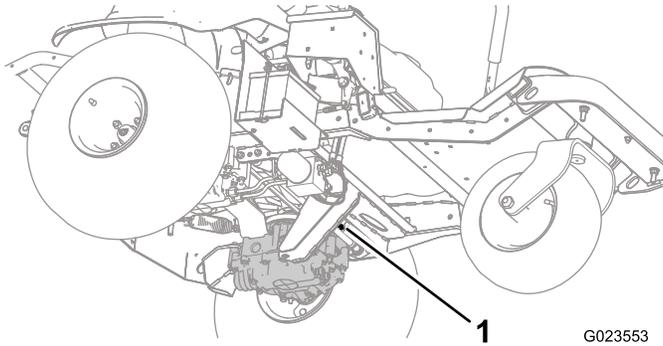
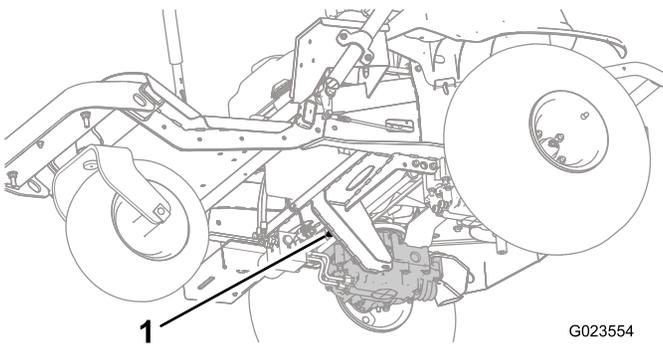
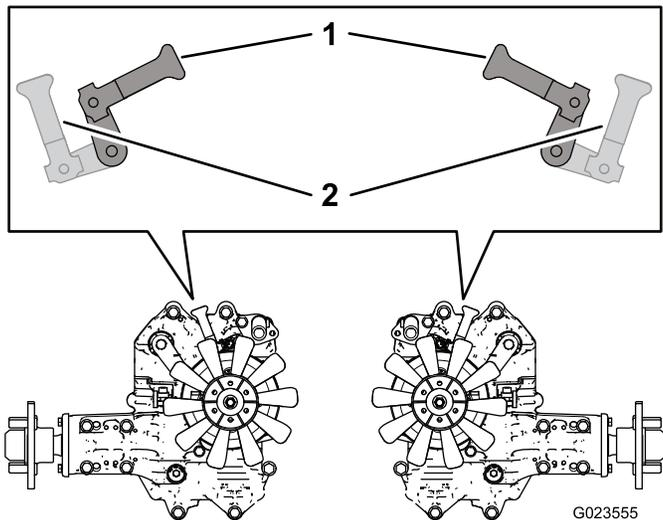

Bild 28
Bild 29
Bild 30
3. Drehen Sie die Sicherheitsventilhebel (Bild 28 und Bild 29) unter der Maschine so, dass sie nach innen zur Mitte der Maschine (Bild 30) zeigen, und lösen Sie die Feststellbremse, siehe Lösen der Feststellbremse (Seite 28).
zur Vorderseite der Maschine zeigen, damit Sie mit der Maschine fahren können (Bild 30).